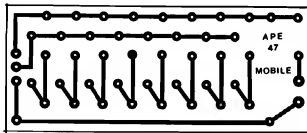

Fig.3
- FIG. 3 - LAY OUT DO CIRCUITO IMPRESSO ESPECÍFICO - Assim como o próprio circuito e seu "esquema", a estrutura da placa de Circuito Impresso também mostra o aspecto "repetitivo" na sua organização de ilhas e pistas... O desenho, assim, fica muito simples e direto, podendo ser facilmente reproduzido com tinta ou decalque ácido-resistentes... As "coisas" não são muito "apertadas", de modo que não há pontos críticos de desenho no padrão cobreado... Basta um pouco de atenção e cuidado, para que tudo saia direitinho. De qualquer modo, terminada a confecção da placa, ela deve ser rigorosamente conferida com a ilustração (está em escala 1:1), sanando-se eventuais falhas ou "curtos" antes de se começar as inserções e soldagens de componentes e fios... Ao iniciante, recomendamos uma leitura prévia às INSTRUÇÕES GERAIS PARA AS MONTAGENS, na busca de informações importantes sobre as técnicas de confecção e montagem de Circuitos Impressos...